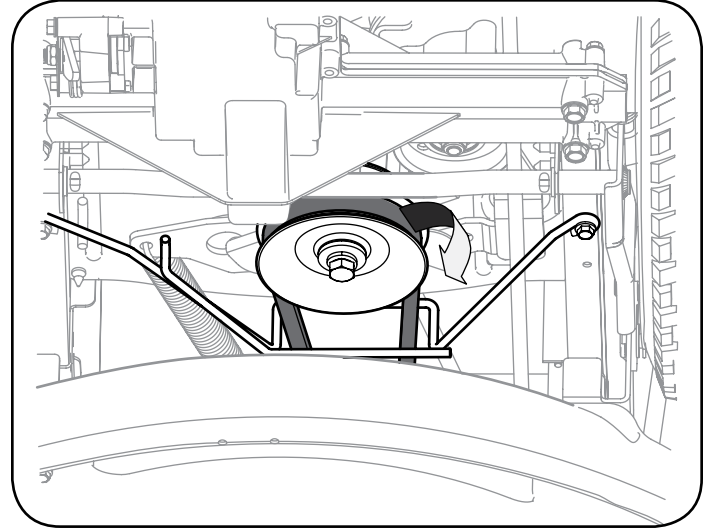

Figura 33
3. Extraiga la correa de alrededor de la polea de la PTO del tractor. Vea la Figura 33.
3. Extraiga la correa de alrededor de la p Polea de transmisión de la PTO de la unidad como se indica en la Figura 33. Simplemente deje rodar un lado de la correa para que salga de la p Polea y luego debe seguir sacándola todo alrededor de la p Polea hasta que se suelta de la p Polea.
4. Lleve la correa hacia el frente de la unidad, jalándola a través y hacia afuera de la ménsula del guardacorrea, como se indica en la Figura 33.